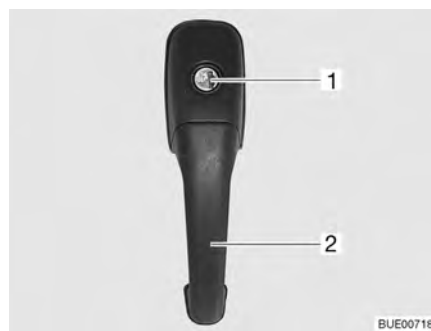

Fig. 24 Cerradura de la puerta de entrada, en el exterior
- Introducir la llave en el cilindro de cierre (Fig. 24,1) y girarla hasta que esté desbloqueada la cerradura de la puerta.
- Tirar del tirador de la puerta (Fig. 24,2). La puerta está abierta.
- Introducir la llave en el cilindro de cierre (Fig. 24,1) y girarla hasta que esté bloqueada la cerradura de la puerta.